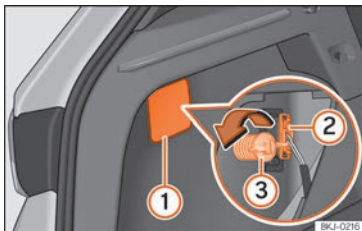
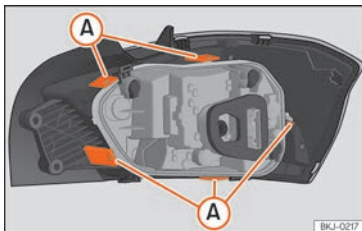

Fig. 108 Coffre à bagages : accès à la vis de fixation du feu arrière.
Fig. 109 Languettes de fixation au dos du feu arrière.
3. Enlevez le cache à l'aide du tournevis à tête plate au niveau de l'évidement »» fig. 108 (1).
4. Retirez le connecteur (2) de l'ampoule.
5. Dévissez à la main ou à l'aide d'un tournevis la vis de fixation du feu (3).
7. Déposez le porte-ampoule en déverrouillant les languettes de fixation »» fig. 109 (A).